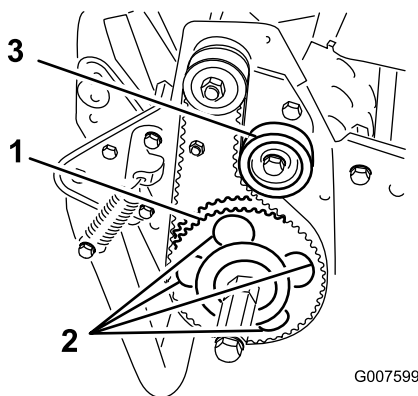

図 45
7. 受動プーリを回して、4つの穴にローラベアリングフランジネジを整列させる 図 45。
11. ベルトの張りを調整し、イドラプーリネジを締める 図 45。